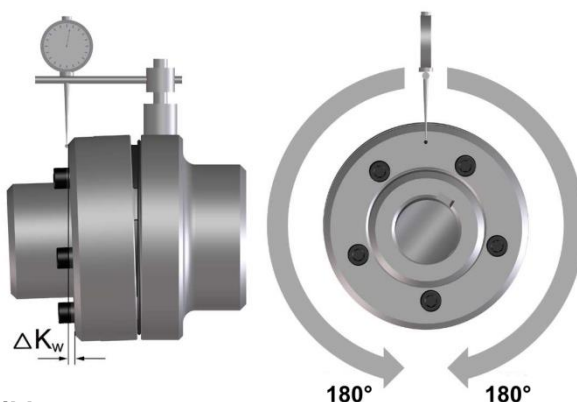

Bild 14
- ❑ Eine ganze Umdrehung (360°) vermessen. Dabei die größte Abweichung ΔK_{w1} sowie die kleinste Abweichung ΔK_{w2} ermitteln (Bild 14). Winkelverlagerung $\Delta K_w = \Delta K_{w1} - \Delta K_{w2}$ berechnen.